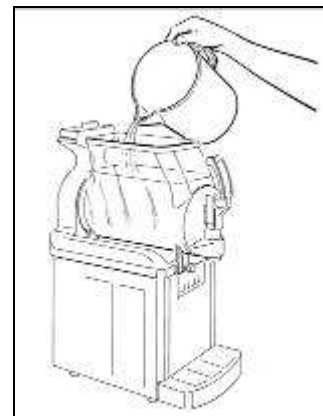

Fig. 3
- **L**lene la cubeta con agua tibia (Fig.3) y después de volver a colocar la tapa haga funcionar el mezclador (todos los LEDs apagados) durante algunos minutos.